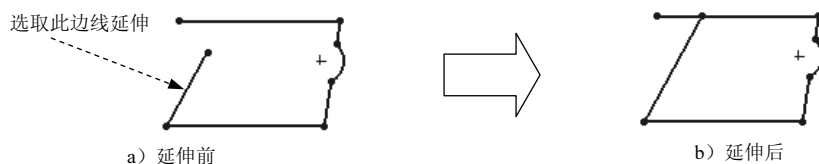

图 2.13.3 延伸草图实体
Step 2 延伸草图实体（图 2.13.3）。
(1) 选择命令。选择下拉菜单 **工具(T)** → **草图工具(T)** → **延伸(E)** 命令。